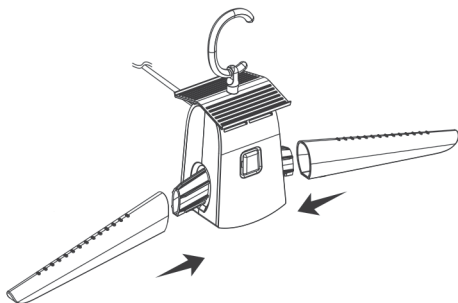

рис.1
7.1.1 Подсоедините держатели для одежды к вешалке до фиксации. Убедитесь, что отверстия для выхода воздуха не заблокированы (рис.1).